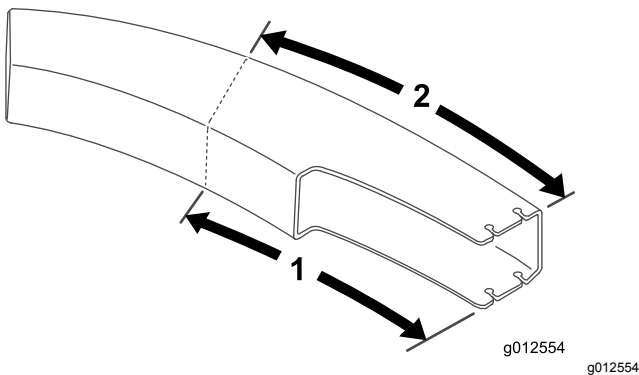

図 28
1. シュートの 図 28 に示す位置にマーカーで印をつける。